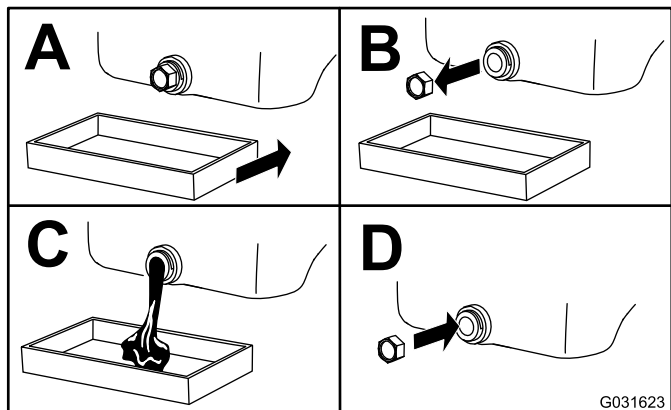

Figura 51
- Mude o óleo do motor conforme indicado na Figura 51.